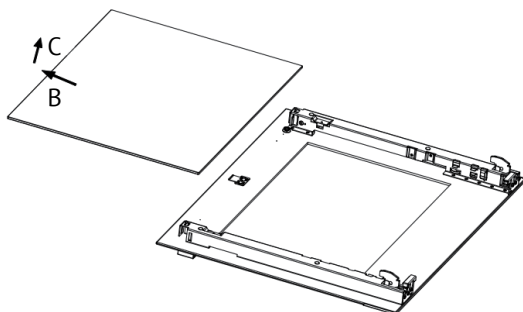

Рис. 6
4. Извлеките внутреннее стекло (рис. 6).